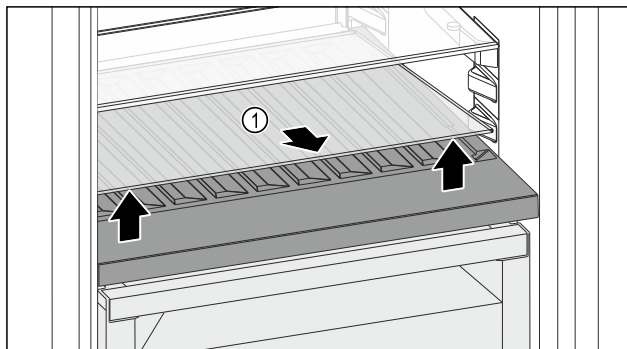

Fig. 164
- Skleněnou desku Fig. 164 (1) zvedněte za vybrání vpředu a vyjměte ji.
- Skleněnou desku Fig. 164 (1) uložte bezpečně mimo spotřebič.
- Skleněnou desku (2) vložte pod variabilní přihrádku na láhve.